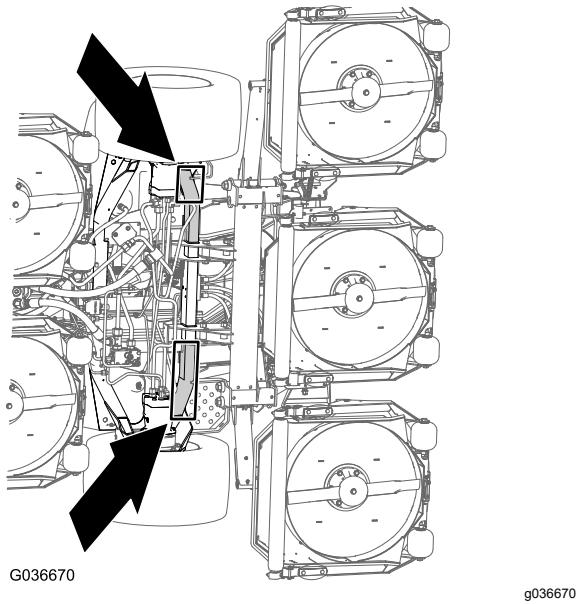

Рисунок 34
**Передняя часть машины** — на раме машины, впереди гидромоторов колес (Рисунок 34)